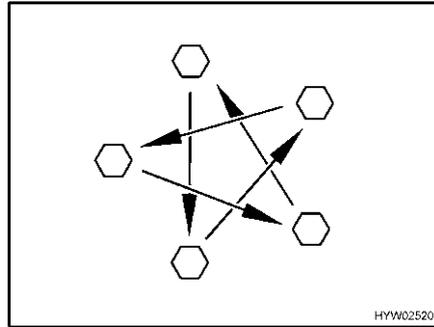

Bild 230 Radmuttern oder Radschrauben über Kreuz anziehen
- Radmuttern oder Radschrauben regelmäßig auf festen Sitz prüfen. Radmuttern oder Radschrauben eines ausgewechselten Rades nach 50 km über Kreuz nachziehen (Bild 230). Anziehdrehmoment siehe Abschnitt 13.5.2.
- ▷ Radmuttern oder Radschrauben über Kreuz anziehen (Bild 230).